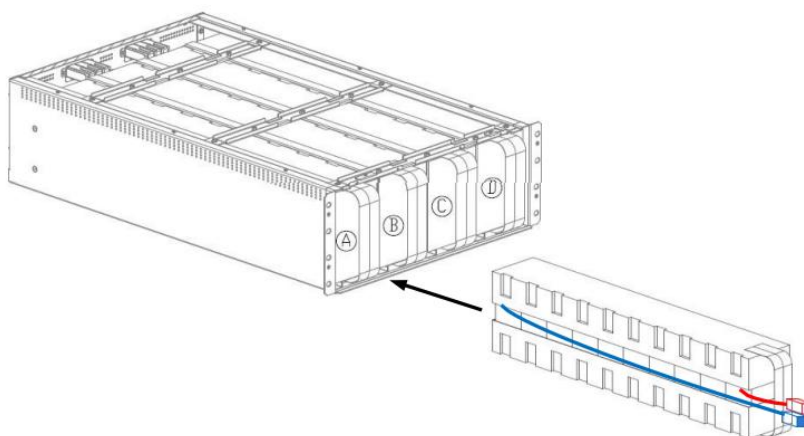

РИСУНОК 11 - УСТАНОВКА БЛОКОВ А, В, С И D
4. Установите верхнюю крышку батарейных блоков. Вставьте батарейные блоки А, В, С и D в батарейный шкаф слева направо (рисунок 11).